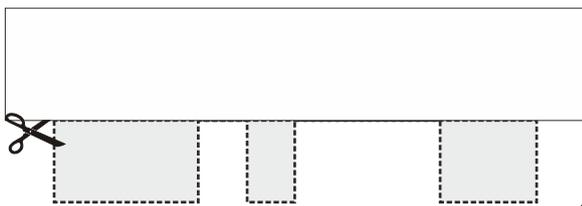
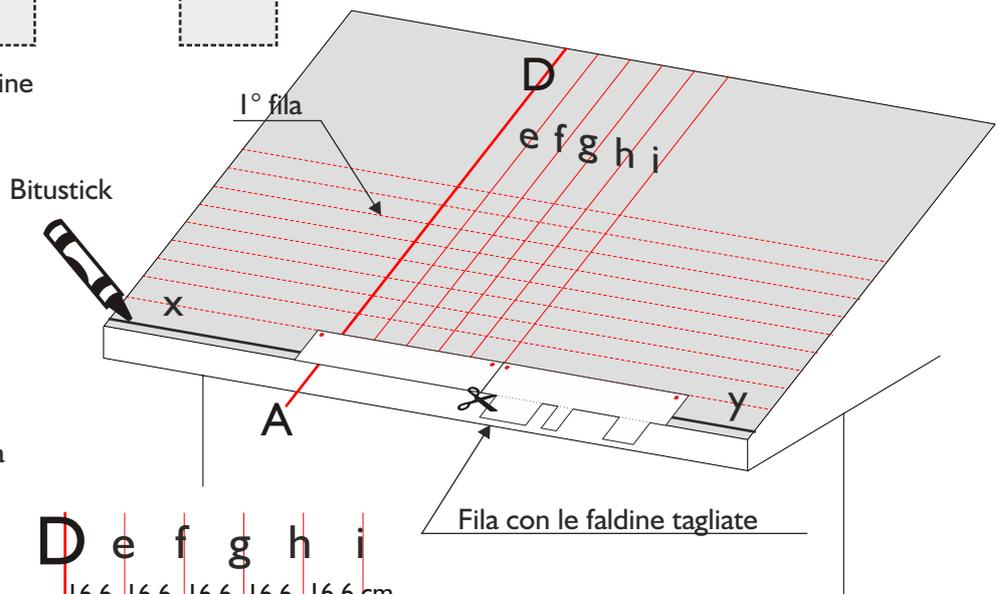

Fig. 2 - Taglio delle faldine
Fig. 3 - Posa della 1° fila
- Applicare sulla linea di gronda un cordolo di adesivo bituminoso “bitustick” e le tegole dopo averne tagliato le faldine (fig.2) e rimossa la pellicola di protezione della fascia autoadesiva. Per posare correttamente la fila di partenza allineare la tegola alla linea di riferimento z (vedi fig. 3).